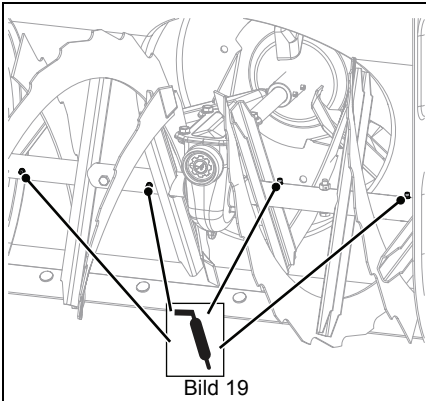

Bild 19
2. Tryck in fett i smörjniplarna. Se Bild 19.